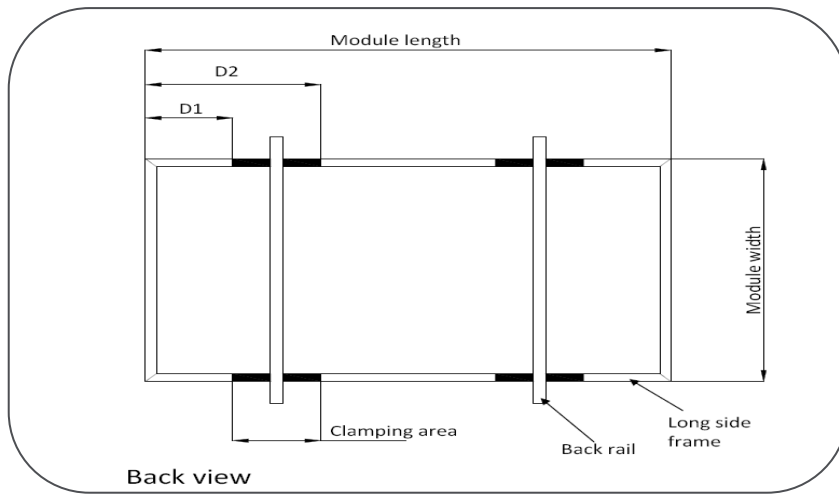

Abbildung 2 Montageklembereich lange Schiene (D1 und D2)
- Klemmen an der langen Kante des Rahmens (siehe Abbildung 2, Messung unten)